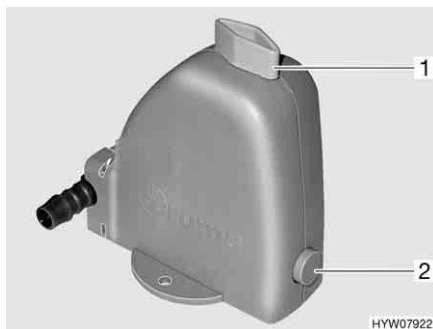

Fig. 73 Valvola di sicurezza/di scarico
- Chiudere la valvola di sicurezza/di scarico (Fig. 73,1). A tal fine ruotare la manopola (Fig. 73,1) verticalmente rispetto alla valvola di sicurezza/di scarico e premere verso l'interno il bottone automatico (Fig. 73,2). Con temperature inferiori a 6 °C non è possibile chiudere la valvola di sicurezza/di scarico.